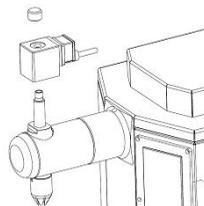

Abb. 16
- Schrauben Sie die Rändelmutter des Magnetventils ab, nehmen Sie die Magnetspule nach oben ab und lassen Sie diese am Kabel herabhängen. (Abb. 16)
- Setzen Sie die Magnetspule und die Rändelmutter auf die Obere Abschlußeinheit. (Abb. 16, Seite 24) und ziehen Sie die Rändelmutter fest. Bringen Sie die Garniertülle an.